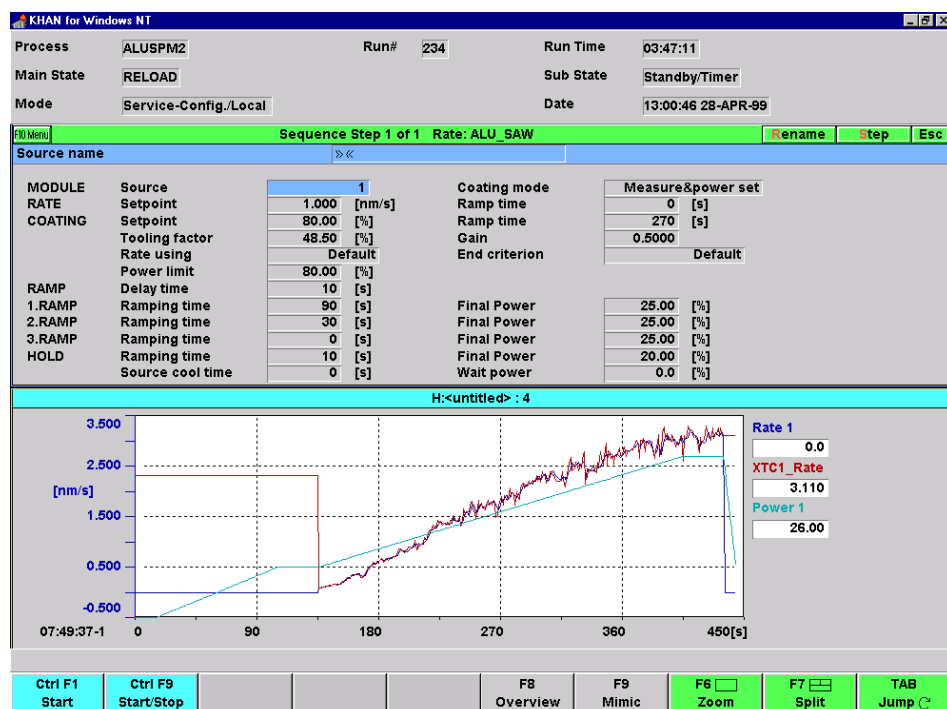

Abb. 10-22
- 6 Parameter modifizieren (z.B. Leistungsrampen, Quellenparameter) und Prozess erneut ausführen, bis Daten auswertbare Ergebnisse zeigen (siehe Abb. 10-22, 273).